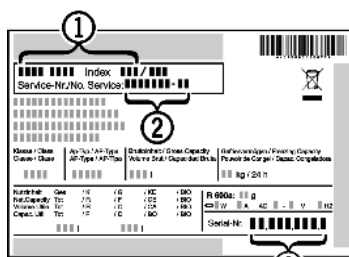

Fig. 32
- ▶ Aflæs skabets betegnelse *Fig. 32 (1)*, servicenummer *Fig. 32 (2)* og serienummer *Fig. 32 (3)* på typeskiltet. Typeskiltet befinder sig indvendigt i venstre side af skabet.